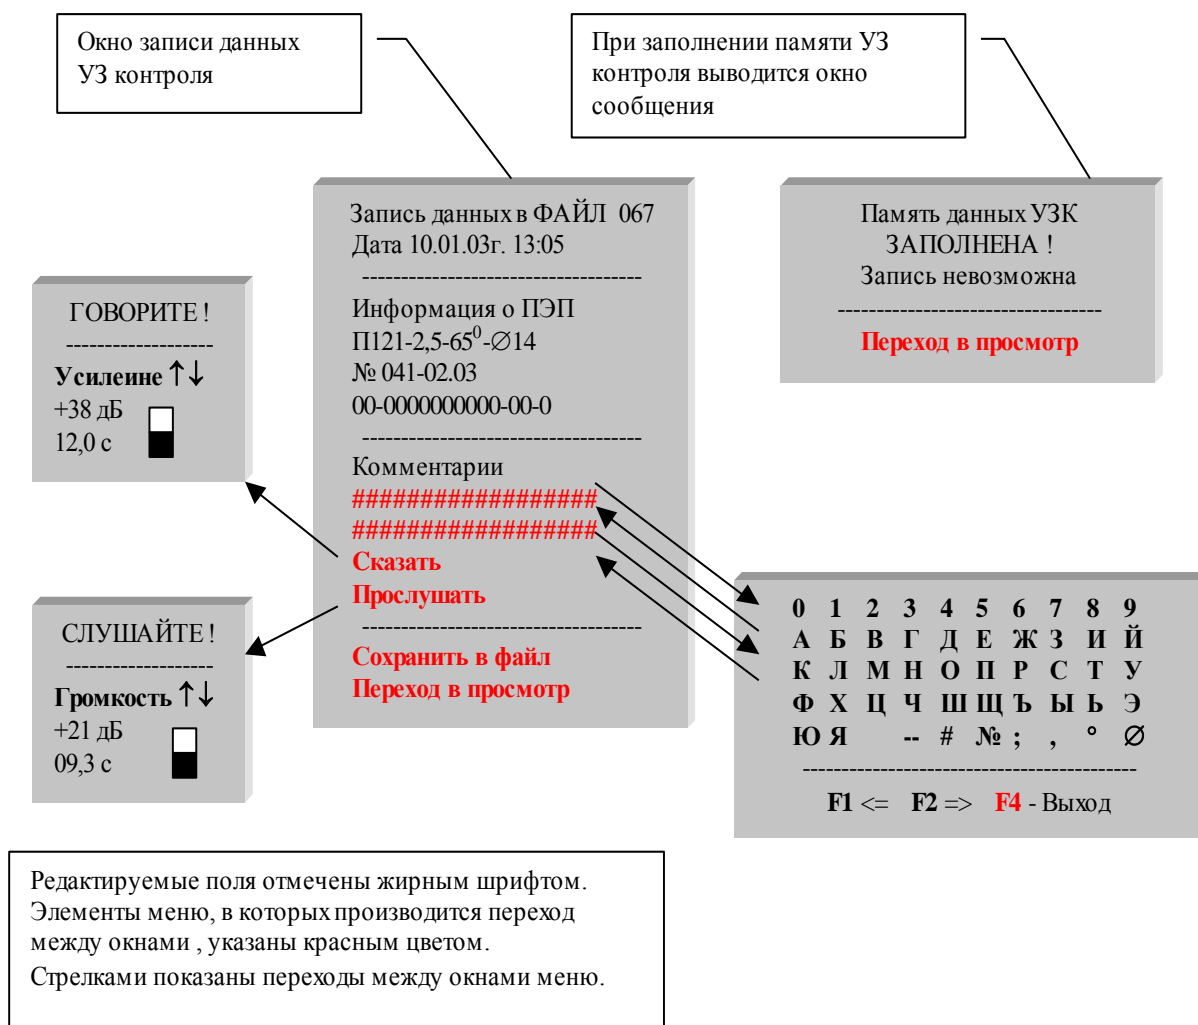

Рис. 7.5.1. Структура меню записи данных ультразвукового контроля.
Переход к записи данных ультразвукового контроля производится в режиме «УЗ контроль» при нажатии кнопки «Данные». На экран прибора выводится окно записи данных Рис.7.5.1. Перед тем, как отобразить окно, прибор выполняет следующие действия:
5. В ниже следующие строки окна считывается информация о преобразователе (см. Рис.7.5.1.).
Если все файлы УЗ контроля записаны в энергонезависимую память, то при нажатии кнопки «Данные» выводится окно «Память данных УЗК ЗАПОЛНЕНА! ...» (см. Рис.7.5.1.).